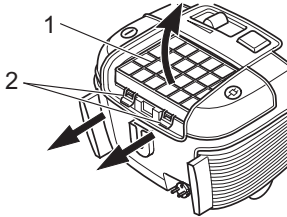

Abb. 27
3. Entnehmen Sie den Filter (Abb. 27/1). Ziehen Sie dazu die Verriegelungen (Abb. 27/2) nach hinten und heben Sie den Filter nach oben heraus.